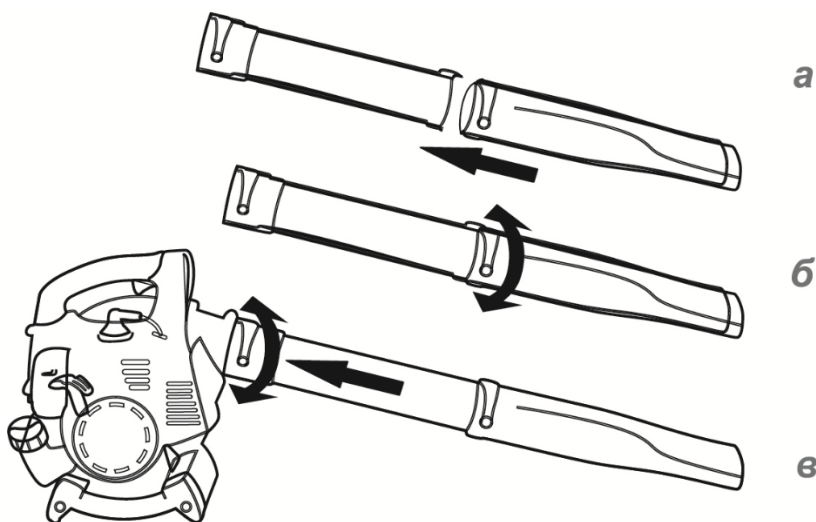

Рисунок 2. Складання, монтаж повітрорудки.
Для цього сумістити паз щілинної насадки з виступом на циліндричній, з незначним зусиллям натиснути (рис. 2а) та повернути щілинну насадку у напрямку руху годинникової стрілки відносно циліндричної до характерного клацання насадок (рис. 2б).
2. Поєднати виступ циліндричної насадки (рис. 2в) із пазом на трубі вихідного отвору (5, рис. 1) та під'єднати обертальним рухом проти годинникової стрілки до фіксації.